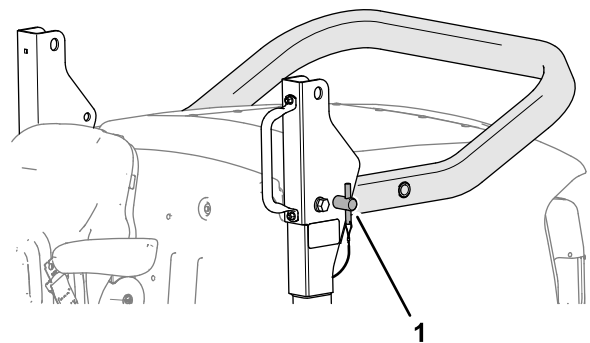

Figure 27
5. Insérez les axes dans les trous inférieurs des supports de pivot de l'arceau de sécurité (Figure 27).